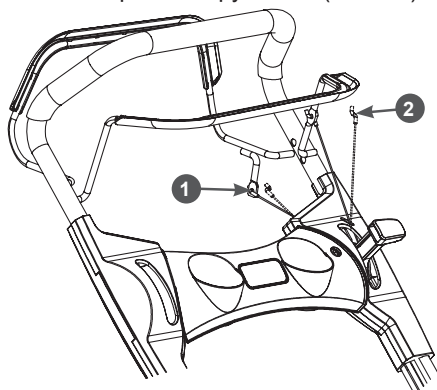

Рис. 11. Установка рычагов и тросов
6. Вставьте Z-образные наконечники тросов остановки двигателя и включения хода в отверстия в соответствующих рычагах с внутренней стороны рычагов (рычаг включения хода (чёрного цвета), рычаг остановки двигателя (жёлтого цвета) (Рис. 11). Оболочки указанных тросов закреплены на верхней части рукоятки, верхний трос – трос остановки двигателя, нижний трос – трос включения привода хода (Рис. 11). После этого, вставьте рычаги включения привода хода (чёрного цвета) и остановки двигателя (жёлтого цвета) в соответствующие отверстия на рабочей рукоятке (Рис. 11).